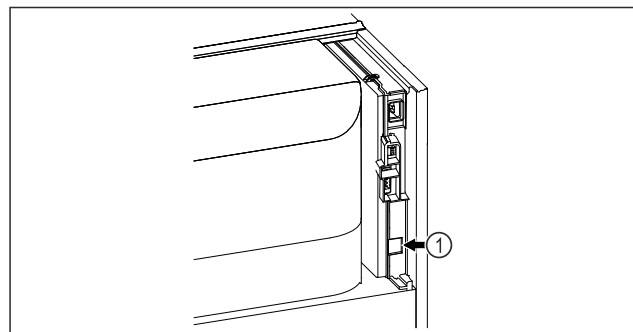

Fig. 109
- SmartModule Fig. 109 (1) är insatt.